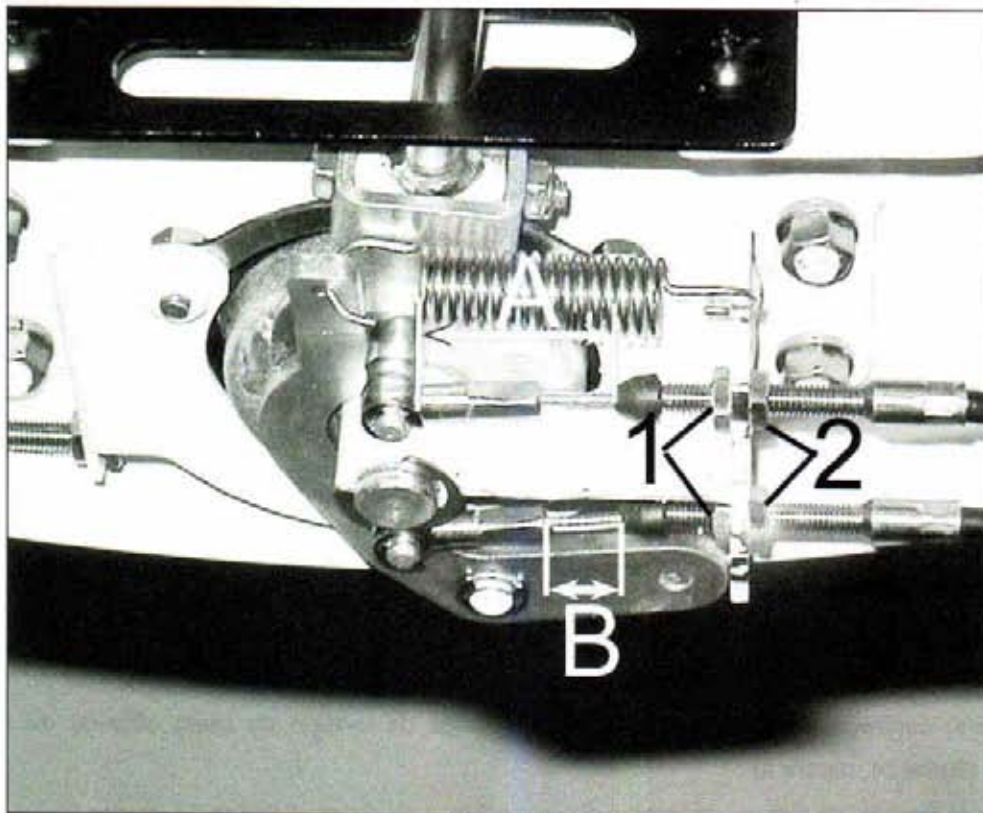

Figure 26
- Dévissez les contres écrous du système de réglage de tension des câbles de la transmission hydrostatique (figures 26, repère 1).
- Ajustez avec les écrous de réglages du système de réglage de tension (figure 26, repère 2), les longueurs A et B (figure 26). La longueur B doit être plus grande que la longueur A.
- Ajustez avec les écrous de réglages du système de réglage de tension (figure 26, repère 2), les longueurs A et B (figure 26). La longueur A doit être plus grande que la longueur B.